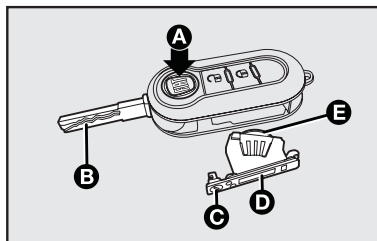

fig. 4
- apretar el botón **A**-fig. 4 y colocar el encaje metálico (**B**) en la posición de apertura.